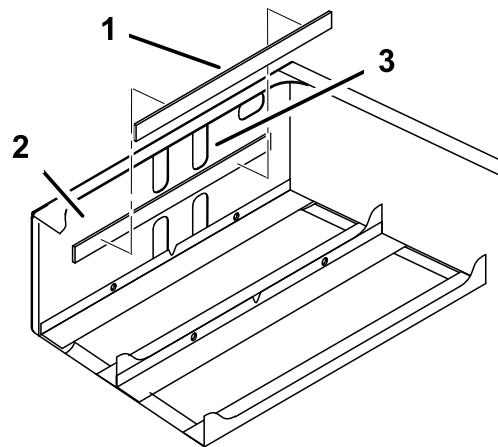

Figura 5
3. Retire la tira adhesiva de la parte de atrás de la almohadilla de la batería e instale ésta en la cara interior delantera del bastidor trasero (Figura 5).
Nota: La almohadilla debe quedar a 6 mm aproximadamente por debajo del borde inferior de la fila superior de orificios (Figura 5).